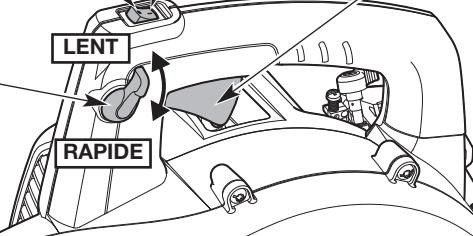

Fig. 3
- REMARQUE :** il n'est pas nécessaire de démarrer l'appareil. L'interrupteur de marche/arrêt est constamment en position de MARCHE (I) (Fig. 3).
4. Déplacez le régulateur de vitesse en position **LENT** (Fig. 3).
- REMARQUE :** Gardez le régulateur de vitesse en position **LENT** et **NE PAS** enfoncez la manette des gaz jusqu'à l'étape 9 (Fig. 3).
8. **NE PAS** enfoncez la manette des gaz. Laissez tourner le moteur de 5 à 10 secondes. Si l'appareil s'arrête pendant ce temps, appuyez sur la manette des gaz et maintenez-la enfoncée ou placez le régulateur de vitesse à la position **RAPIDE** (Fig. 3), puis tirez sur la corde de démarrage en effectuant un mouvement contrôlé et ferme jusqu'à ce que l'appareil démarre.
9. Serrez et retenez la manette des gaz ou déplacez le régulateur de vitesse à la position **RAPIDE** (Fig. 3). Laissez le moteur chauffer pendant 30 à 60 secondes.
2. Appuyez sur l'interrupteur de marche/arrêt et maintenez-le enfoncé en position d'**ARRÊT (O)** jusqu'à ce que le moteur s'arrête complètement (Fig. 3).
- Utilisez le régulateur de vitesse pour faciliter le fonctionnement continu (Fig. 3).